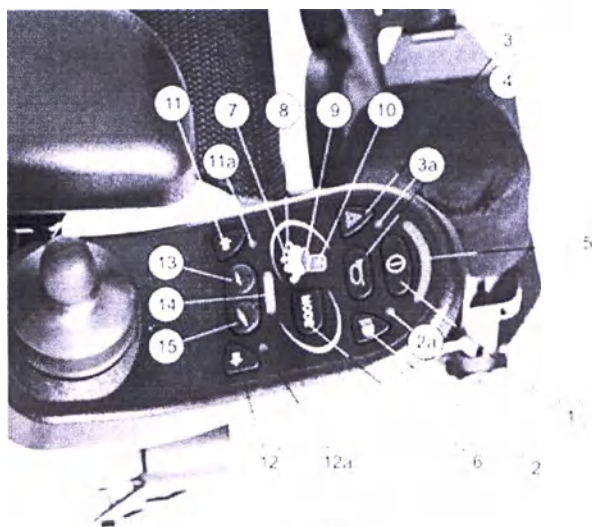

Рис.8
6.3 Для регулировки подножек по углу наклона необходимо на пульте управления (рис.8) перейти в режим регулировок нажатием кнопки 6, необходимо несколько раз нажать на эту кнопку пока не загорятся индикаторы 7 и 8. Для отдельной регулировки подножек друг от друга необходимо выбрать индикатор 7 или 8. После этого с помощью джойстика можно осуществлять регулировку.
6.10 Проверить заряд аккумуляторной батареи, для чего нажать кнопку включения питания на пульте управления (рис.8, поз.9) при этом должен загораться индикатор заряда батареи. Электрическая сеть в порядке, если после включения питания индикатор горит, и не в порядке, если индикатор мигает.
6.11 Для подзарядки аккумуляторной батареи необходимо выключить электропитание кресла нажатием кнопки включения питания (рис.8, поз.3) на пульте управления (индикатор заряда аккумуляторной батареи должен погаснуть).
6.13 Прежде, чем покинуть кресло-коляску, её необходимо выключить нажатием кнопки включения/выключения (рис.8, поз.1)
На рис. 8 показаны элементы управления и индикаторы:
6.15 Осваивать навыки управления движением кресла следует на малой скорости, для чего выбрать самую малую скорость кнопкой ограничения скорости (левая) на пульте управления (рис.8, поз.13) (должен гореть один светодиод на индикаторе скорости) и при необходимости, регулировать скорость кнопкой ограничения скорости (правая).